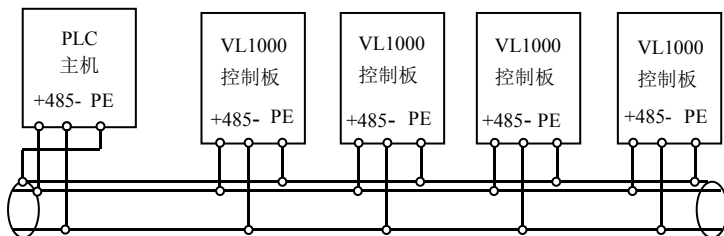
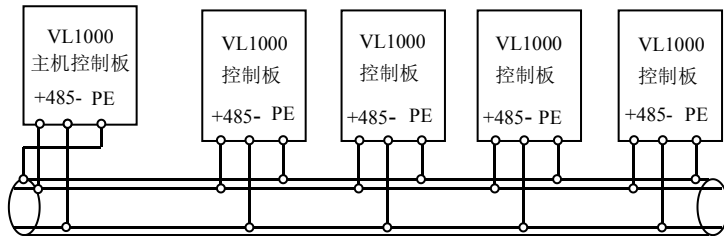

图 3-9 PLC 与变频器多机通信时的接线图（变频器、电机全部良好接地）
图 3-10 变频器多机通信时的接线图（变频器、电机全部良好接地）
(2) 多台变频器可通过 RS485 连接在一起，由 PLC（或上位机）作主机控制，如图 3-9 所示，也可以其中一台变频器作主机，其它变频器作从机，如图 3-10 所示。随着连接台数的增加，通讯系统越容易受到干扰，建议按如下方式接线：